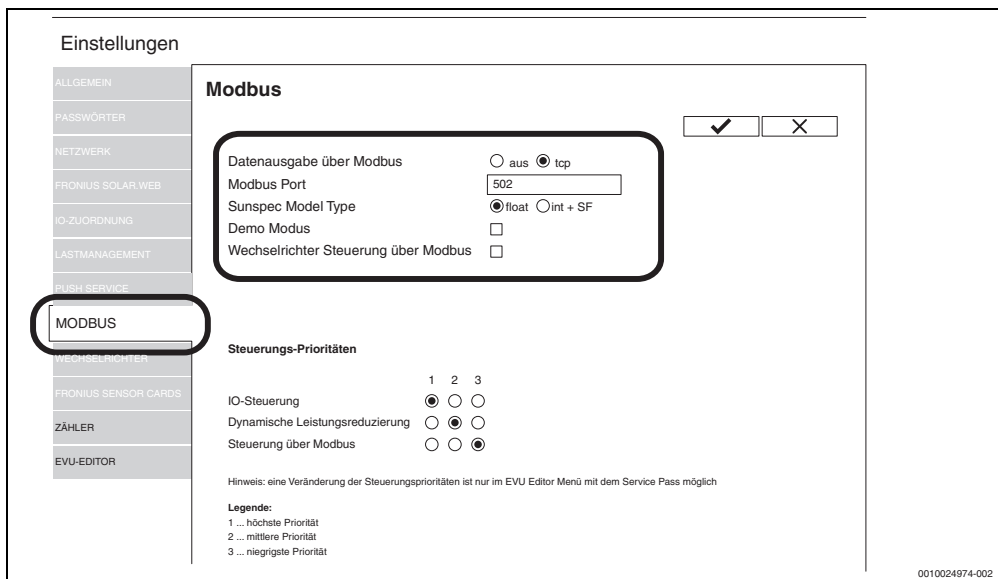

Bild 14 Einstellungen prüfen (**Für die Fronius Gen24 Plus-Wechselrichter kann die Darstellung in der Web-UI abweichen**)
5. Im Reiter links auf **Modbus** klicken (→ Bild 14).
6. Sicherstellen, dass im Bereich **Modbus** folgende Einstellungen gesetzt sind (→ Bild 14):